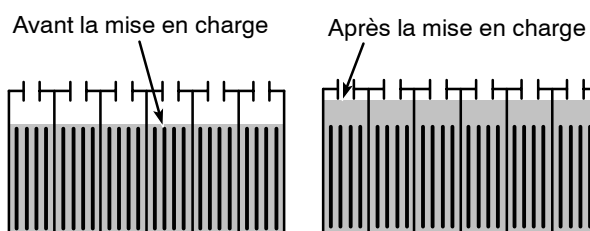

FIG. 64
1. Contrôlez fréquemment le niveau de liquide des batteries afin d'éviter l'endommagement des batteries. Le liquide doit se trouver au niveau illustré (Figure 64). Ajoutez de l'eau distillée si nécessaire. **NE REMPLISSEZ PAS TROP**, le fluide va augmenter de volume et risque de déborder lors de la mise en charge.